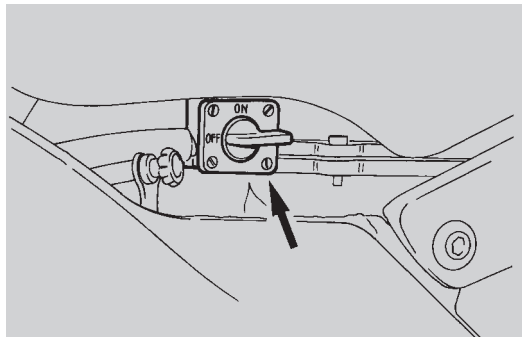

Fig. 38
- tourner sur "OFF" le robinet du réservoir (Fig. 38);